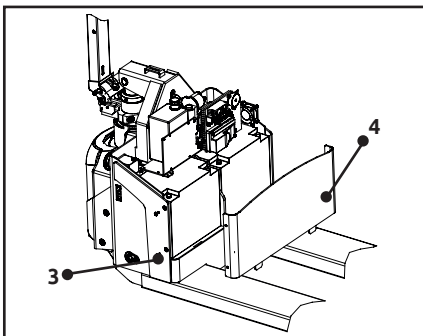

Figura 7
- ③ Aflojar el tornillo 3 y retirar la cubierta trasera 4.(Figura 7).